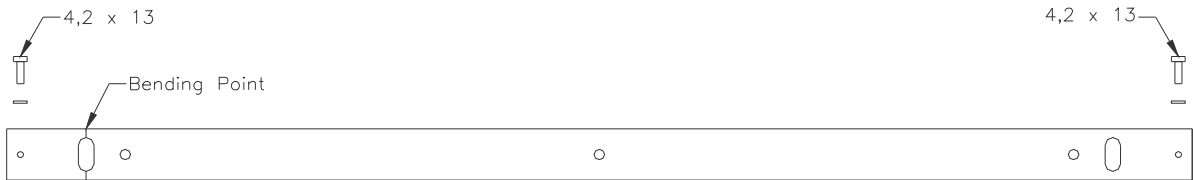

Fig. 3 Ceiling rail.
1. 2 stk. skruer 4,2 x 13 festes som vist på fig. 3 side 5, med klaring 4mm under skruehodet.